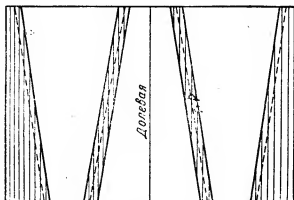

Рис. 208. Расположение клиньев при крае
**Раскрой и шитье юбки.** При крое необходимо пользоваться двумя или тремя выкройками в зависимости от имеющейся ткани и споров. Для экономии ткани споров или при крое из юбки прямого покроя выкройки клиньев надо укладывать так, чтобы они располагались поочередно линия талии с линией низа (рис. 208). Линия середины каж-
При раскладке выкройки надо учитывать направление рисунка и ворса. Если ткань набивная и рисунок направлен в одну сторону или ткань ворсовая (ворс в одну сторону), то располагать клинья, как показано на рис. 208, не рекомендуется.